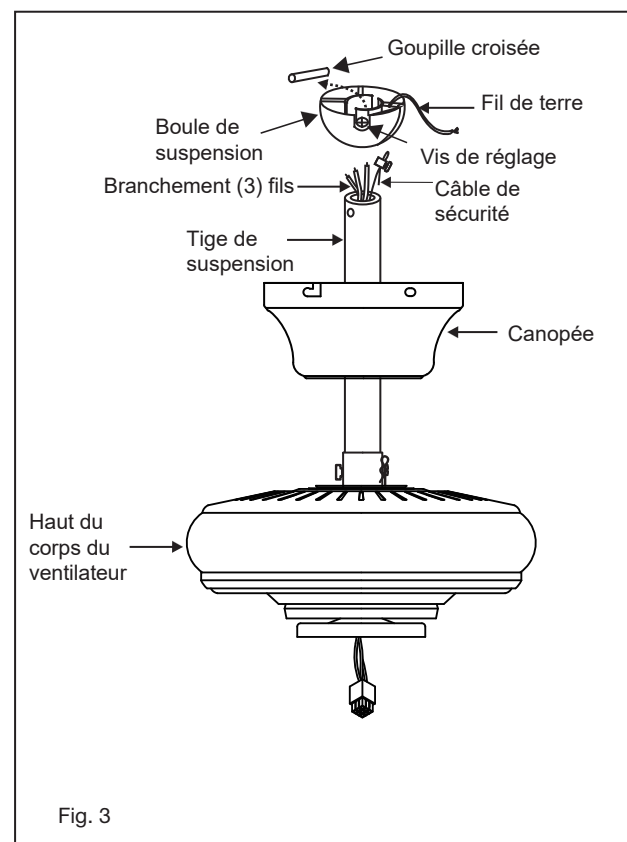

Fig. 3
- 7 Insérez 2 vis dans le support de suspension, en les laissant partiellement dégagées (Fig. 3).
- 1 Glissez la verrière sur la tige de suspension. (Fig.3)